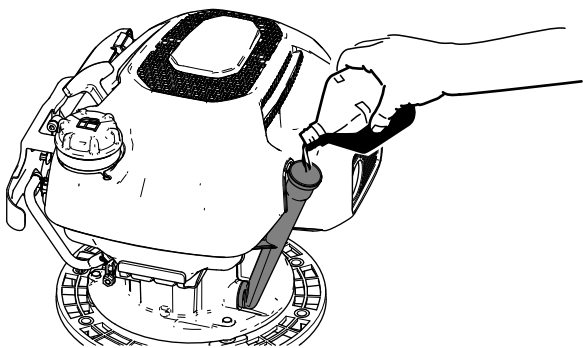

Figura 35
5. Se il livello dell'olio è prossimo o al di sotto del segno di limite inferiore sull'asta di livello (Figura 34), versate lentamente l'olio motore specificato nel bocchettone di riempimento dell'olio (Figura 35) e attendete 3 minuti.
5. Ponete una vaschetta di scarico accanto al piatto sul lato del bocchettone di riempimento dell'olio della macchina e sul pavimento (Figura 35).
1. Versate lentamente l'olio motore specificato nel bocchettone di riempimento dell'olio (Figura 35) e attendete 3 minuti.